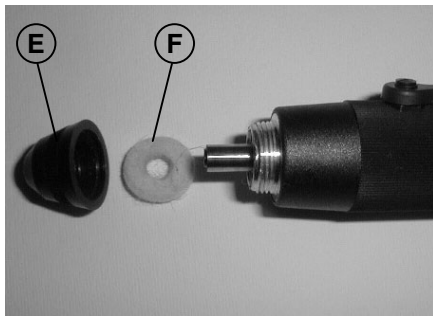

Fig. 4
- limpiar el fieltro (F) situado en el interior del cabezal (E), visible en Fig. 4;